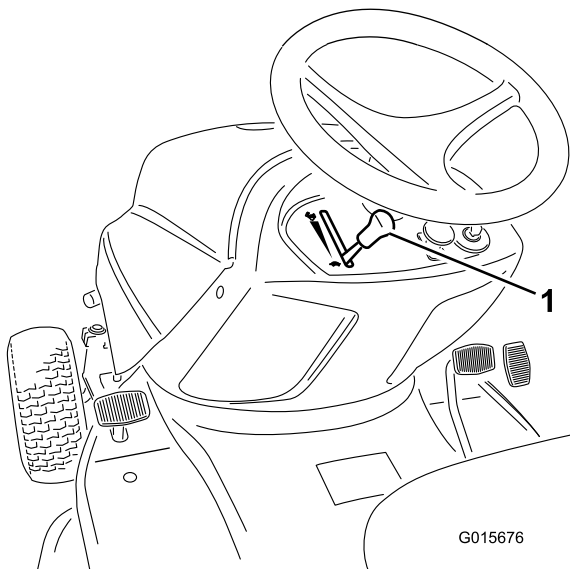

Figure 10
5. Si le moteur est froid, amenez la commande d'accélérateur en position Starter (tout en haut) (Figure 10).
6. Amenez la commande d'accélérateur en position Bas régime (tortue) (Figure 10).
1. Amenez la commande d'accélérateur en position Bas régime (tortue) (Figure 10).